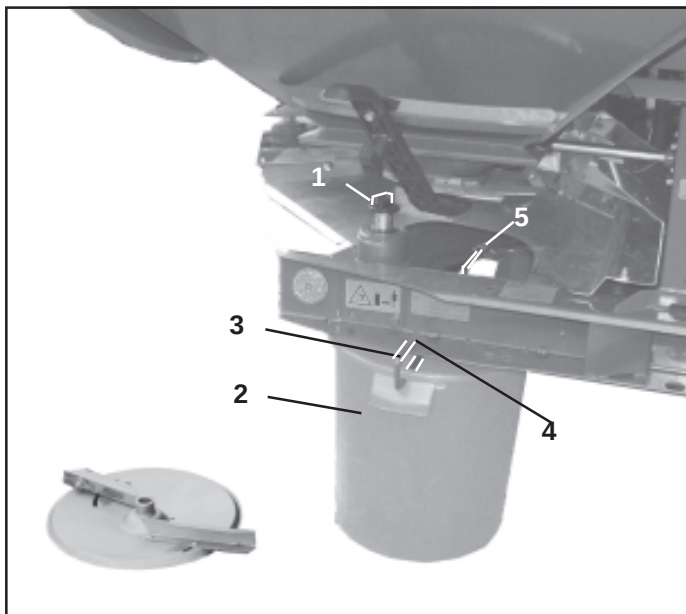

Fig. 11.5
- dévissez l'écrou à ailettes (fig. 11.5/1) fixant le disque d'épandage gauche et retirez ce dernier de l'arbre de boîtier.
- Accrochez le récipient d'étalonnage (fig. 11.5/2) à l'aide de l'étrier (fig. 11.5/3) sur le point d'accrochage arrière (fig. 11.5/5) et le point d'accrochage avant (fig. 11.5/4) fixé au châssis.